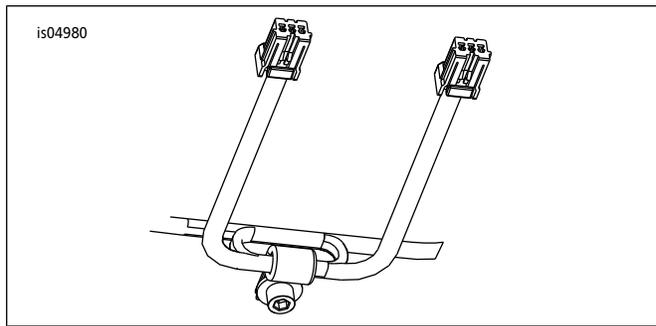

图7。布设导线。
12. 参见图7。将导线穿过叉管后方。向着与其起点相反的方向将两条信号线穿过P形夹，使导线返回其所属的转向信号灯。